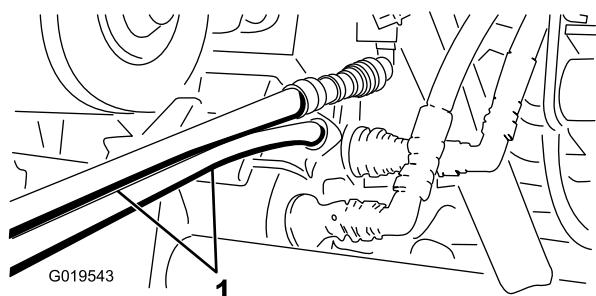

図 77
- 救援側のワークマンのカップラブラケットにまだついているカップラに、救援用ホースを接続する上のホースは上のカップラに、下のホースは下のカップラに接続する図77。